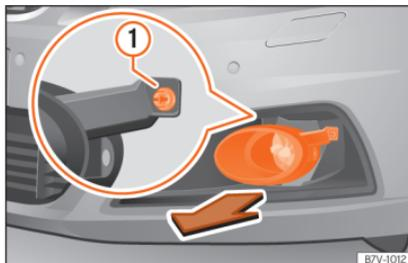

Abb. 66 Im Stoßfänger vorn rechts: Ausbau der Scheinwerfer.
- Abdeckung in Pfeilrichtung nach vorn ziehen »» **Abb. 66.**
- Befestigungsschraube »» **Abb. 66 ①** mit dem Schraubendreher aus dem Bordwerkzeug herausdrehen »» **Seite 44.**
- Befestigungsschraube »» **Abb. 66 ①** mit dem Schraubendreher festdrehen.
- Abdeckung in den Stoßfänger einsetzen »» **Abb. 66.**